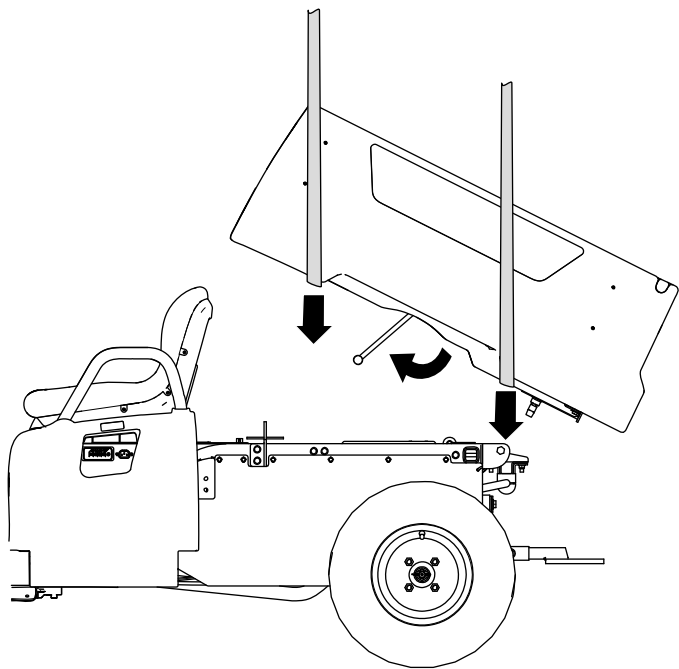

Figure 4
3. Accrochez un matériel de levage à l'avant et l'arrière du plateau, soulevez le plateau et placez-le au-dessus du cadre de la machine avec le support de pivot vers l'arrière (Figure 4)